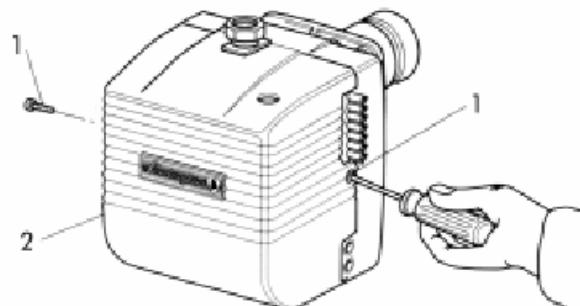

Рис. 1
Чтобы обеспечить доступ к основным узлам, снимите крышку, как показано на рис. 1.
- Закройте газовый кран и отсоедините линию подачи газа. Отвинтите винты 1 и снимите крышку 2 (рис. 1).